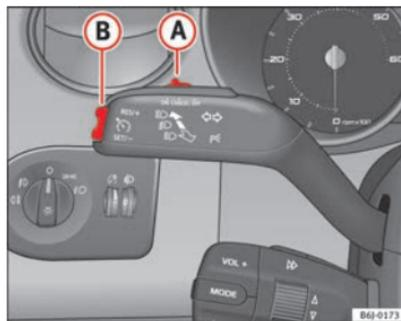

Abb. 112 Blinker- und Fernlichthebel: Schalter und Wippe für die Geschwindigkeitsregelanlage
- Drücken Sie den oberen Teil der Wippe **RES** ⇒ Abb. 112 **B**, um die Geschwindigkeit zu erhöhen. Solange Sie die Wippe gedrückt halten, beschleunigt das Fahrzeug. Sobald Sie die Wippe loslassen, wird die neue Geschwindigkeit gespeichert.
Wenn Sie die gespeicherte Geschwindigkeit durch Treten des Bremspedals verringern, wird die Geschwindigkeitsregelanlage deaktiviert. Sie können durch einmaliges Drücken des oberen Teils der Wippe **RES+** → Abb. 112 **(B)** die Regelung wieder aufnehmen.